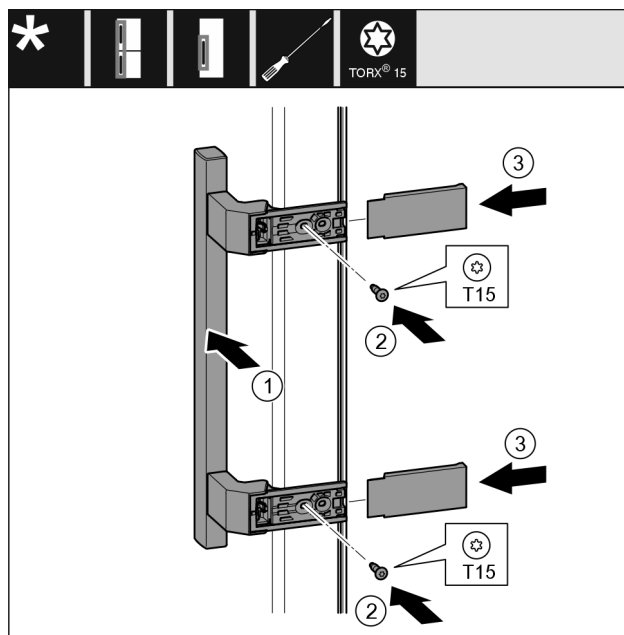

Fig. 22
- Placer la poignée Fig. 22 (1) du côté opposé.
- Serrer les vis Fig. 22 (2) avec un tournevis.
- Placer les caches Fig. 22 (3) sur le côté et les faire glisser.